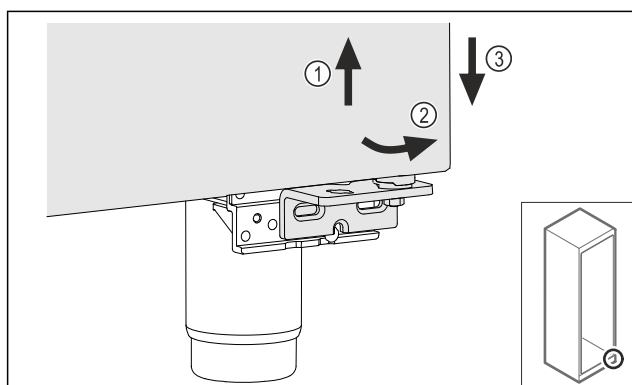

Fig. 26
- ▶ Ridicați ușor ușa Fig. 26 (1), basculați-o jos spre înainte Fig. 26 (2) și coborâți-o Fig. 26 (3).